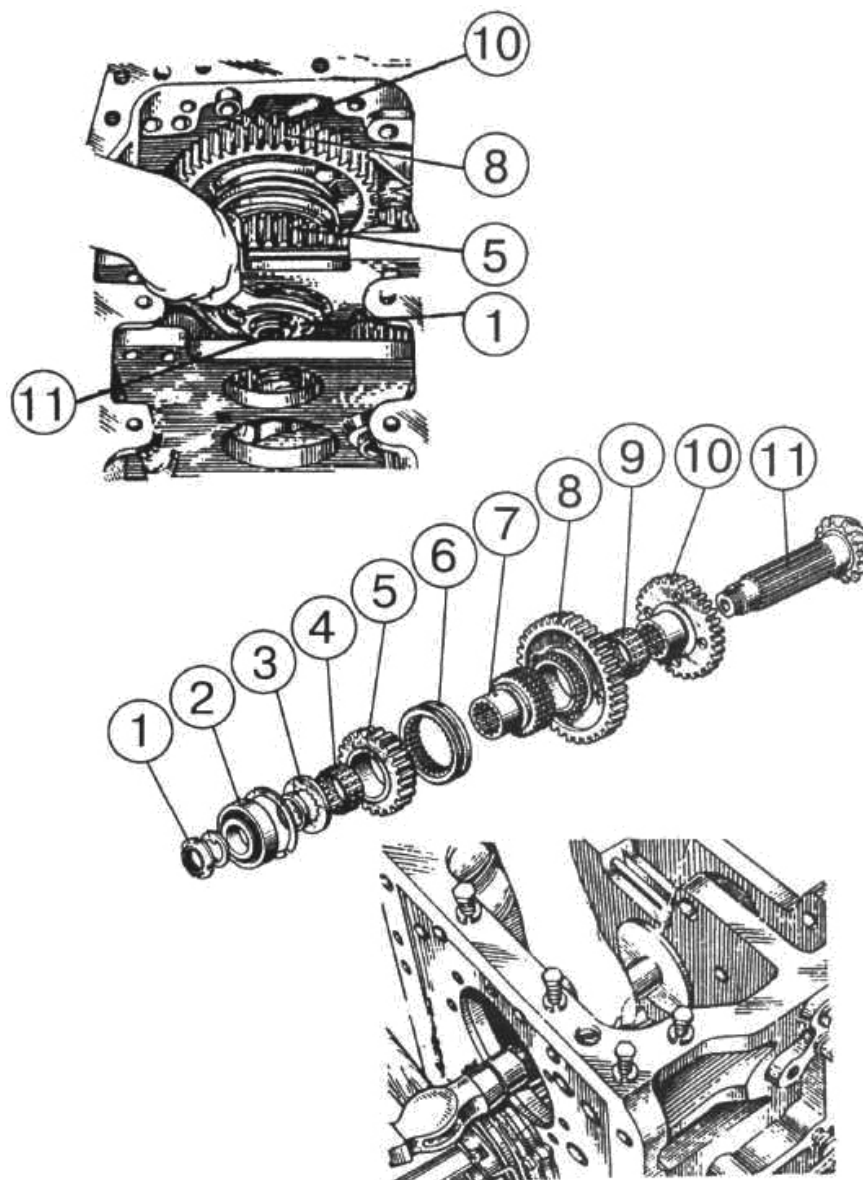

Рисунок 4.46
1) отверните гайку (1) (рисунок 4.46) и выбейте вал (11) не повредив резьбовую часть;
2) извлеките из корпуса внутреннюю обойму подшипника (2), шайбу (3), шестерни (5), (8) (10) втулку (7), подшипники (4) и (9), муфту зубчатую (6);